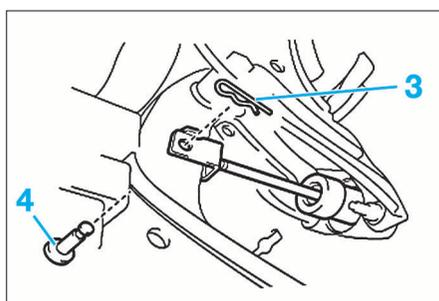

FIG. 8
- Séparer la canalisation (2) de l'émetteur d'embrayage.
- Dans l'habitacle, déposer (fig. 8) :
- l'agrafe (3) et l'axe (4).